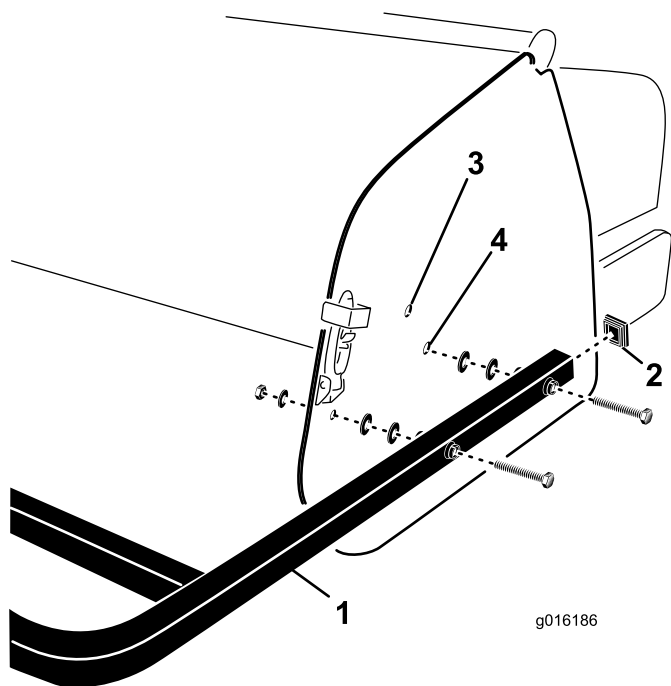

Figure 32
1. Insérez les obturateurs d'extrémité au bout des tubes de déflecteur arrière (Figure 32).
- Alignez les trous des tubes de montage du déflecteur arrière sur les trous des plaques latérales de l'aérateur (Figure 32).
- Fixez les tubes de montage du déflecteur aux plaques latérales avec 4 vis, rondelles plates et écrous (Figure 32).